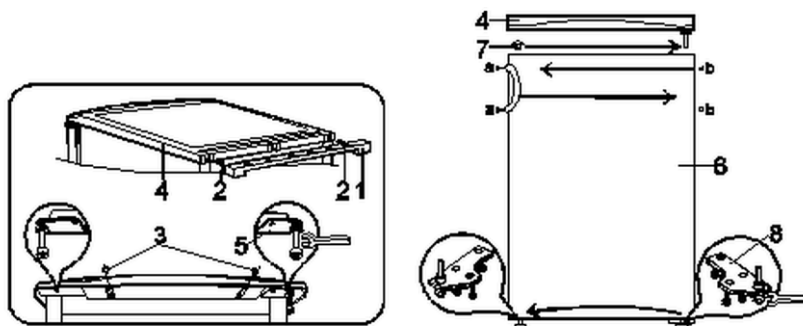

Fig. 5
1. Retire o suporte (1, fig. 5) e remova os parafusos (2).
2. Remova ambos os parafusos (3) fixando a placa superior do aparelho.
3. Retire a placa superior (4).
4. Retire o suporte (5) juntamente com o pino de apoio com as anilhas inseridas.
5. Desaparafuse o pino de apoio com anilhas do suporte (5) e aparafuse-lo de volta em outro orifício de suporte (5).
6. Retire a porta (6) do aparelho.
7. Retire o bujão de fechamento (7) da porta e pressione-a no orifício do lado oposto.
8. Retire o suporte inferior (8) juntamente com o pino de apoio com as anilhas inseridas. Desaparafuse o pino de suporte no sentido contrário ao dos ponteiros do relógio. Gire o suporte (8) a 180° e aparafuse novamente o pino de apoio. Fixe o suporte no lado oposto.
9. Coloque a porta do refrigerador no pino de apoio do suporte (8). Aparafuse o suporte (5) juntamente com o pino de apoio com as anilhas inseridas.
10. Coloque a placa superior (4).
11. Aperte bem os parafusos (2) e (3).